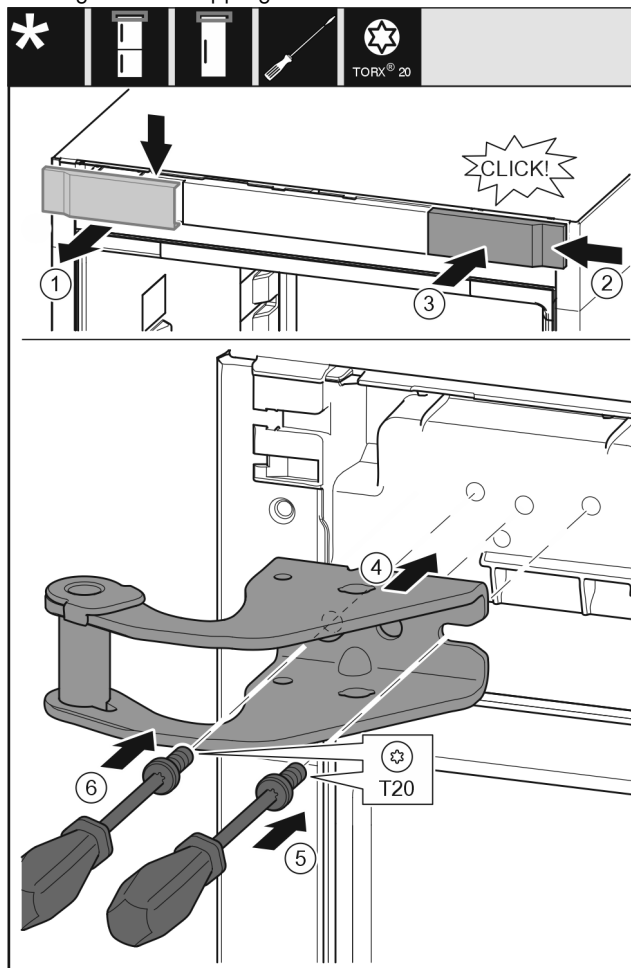

Fig. 9
- ▶ Ta av dekkelet ovenfra og fremover. Fig. 9 (1)
- ▶ Monter dekkelet fra høyre, dreid 180°, på den andre siden. Fig. 9 (2)
- ▶ La dekkelet klikke på plass. Fig. 9 (3)
- ▶ Sett på den øvre lagerbukken. Fig. 9 (4)
- ▶ Sett skruen på og skru den fast med skrutrekker T20. Fig. 9 (5)
- ▶ Sett skruen på og skru den fast med skrutrekker T20. Fig. 9 (6)